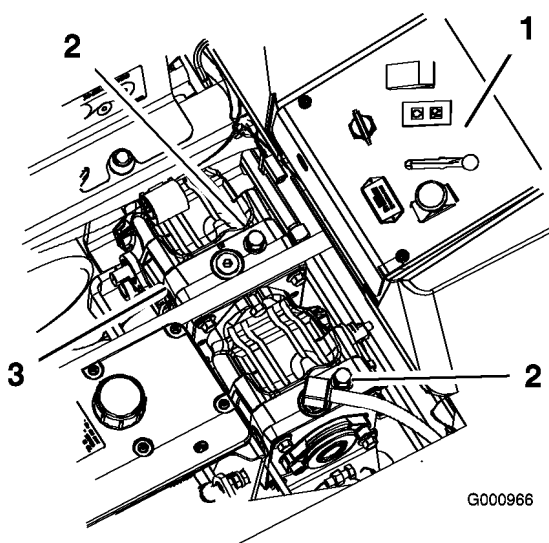

Figura 28
2. Girate le valvole di bypass di un giro in senso antiorario per spingere; il fluido idraulico bypassa quindi la pompa, consentendo alle ruote di girare (Figura 28).
Girate le valvole di by-pass di un giro in senso orario per azionare la macchina (Figura 28).